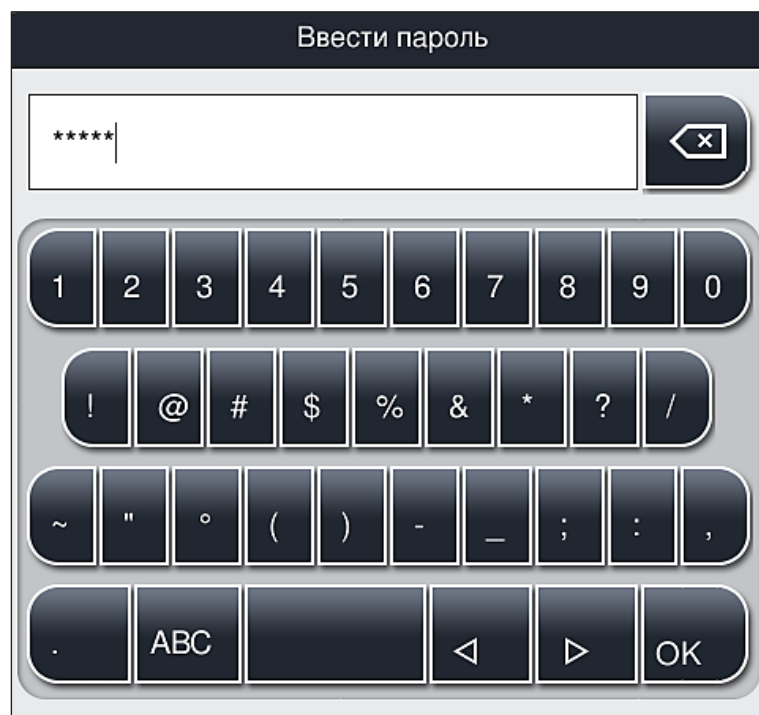

Рис. 25
- 7 Кнопка переключения специальных символов (→ Рис. 25)
1. Для ввода специального символа, буквы с диакритикой и т. п., отсутствующих на клавиатуре со специальными символами (→ Рис. 25), удерживайте соответствующую ему обычную кнопку клавиатуры нажатой.